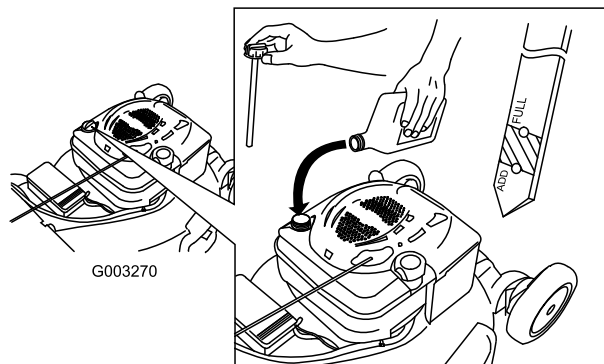

Figure 9
1. Retirez la jauge (Figure 9).
2. Versez de l'huile **lentement** dans le goulot de remplissage pour faire monter le niveau de liquide jusqu'au repère du plein (Full) sur la jauge (Figure 9).